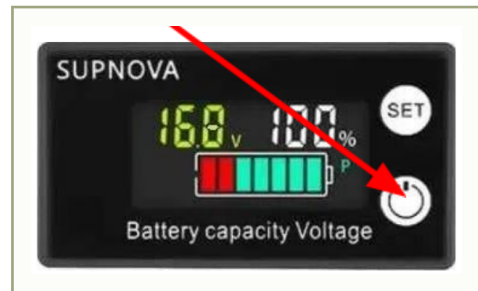

РИСУНОК 12.2 – ІНДИКАТОР РІВНЯ ЗАРЯДУ БАТАРЕЇ
- 04** Перевірити рівень заряду батареї – натиснути праву нижню кнопку на індикаторі рівня заряду (рисунок 12.2). Повторне натискання тієї ж кнопки вимикає індикатор.